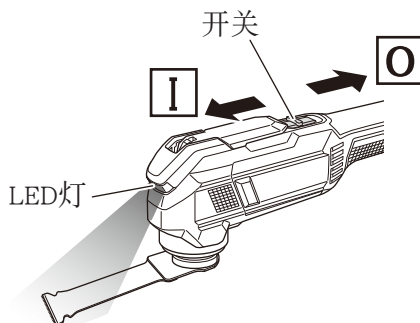

图12
将开关朝前滑动将打开 **I**，同时激活LED灯，使应用工具发光。（图12）
- (1) 打开装置，使用拨盘设置应用工具的速度。（图12和13）